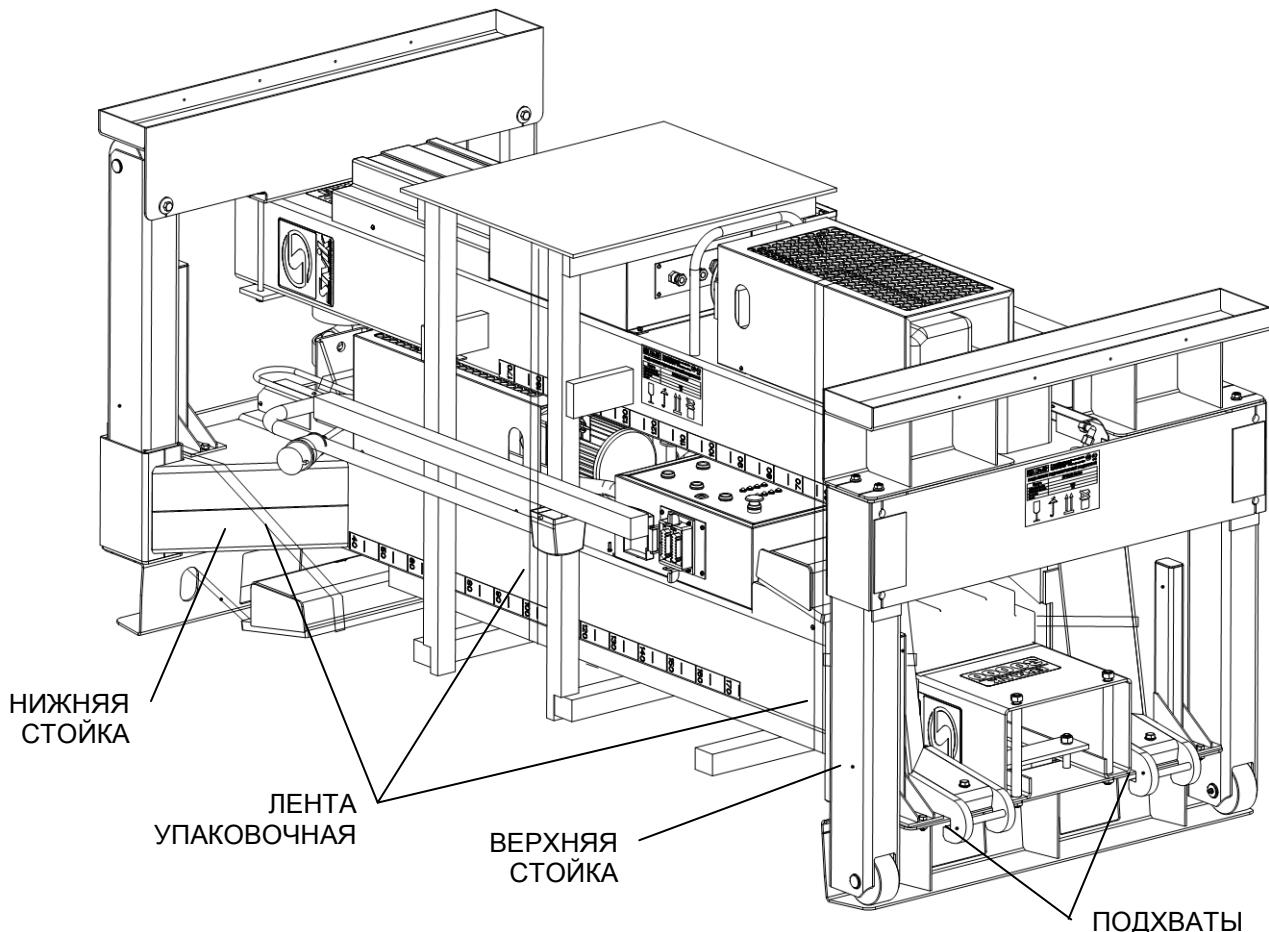

Рисунок 6.1 - Упаковочное место
6.1 Подъемник поставляется в частично разобранном виде и упакован в два (три) упаковочных места (рисунок 6.1). Сборка стоек подъемника должна проводиться специалистами, согласно рисункам 4.5, 4.6 и 4.7. Произвести перестановку опор 4 каждой стойки в той же комплектности как стояли при транспортировке (с подложкой 16 или без нее, для удобства демонтажа опор 4 подложки 16 могут быть приложены к опорам сбоку и зафиксированы клейкой лентой). Зафиксировать клиньями 17, вставить крышку 18 и затянуть болтами 19 (люфт опоры в колонне не допускается). Установить упоры 23 и накладку 31 на место.